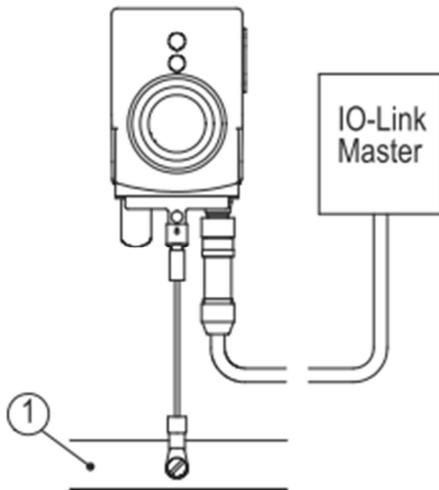

図 8 : アースバー
複数の機器をご使用いただく場合、アースバー①への接続を推奨します。 (図 8 参照)